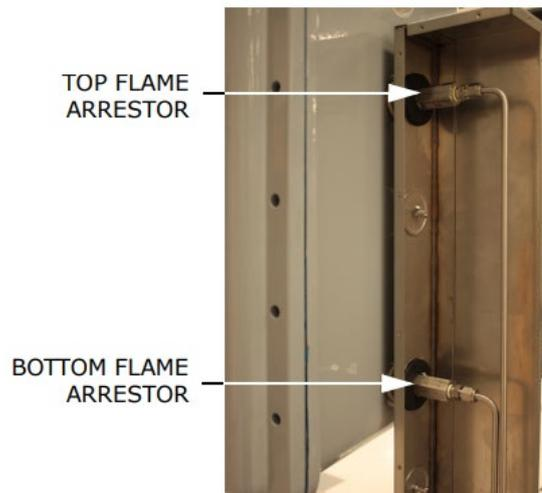

Figura 42. Posiciones de los parallamas en el interior de la envoltura
- Desmonte las tuberías con una llave inglesa de 9/16 in. Consulte la figura 42 siguiente.